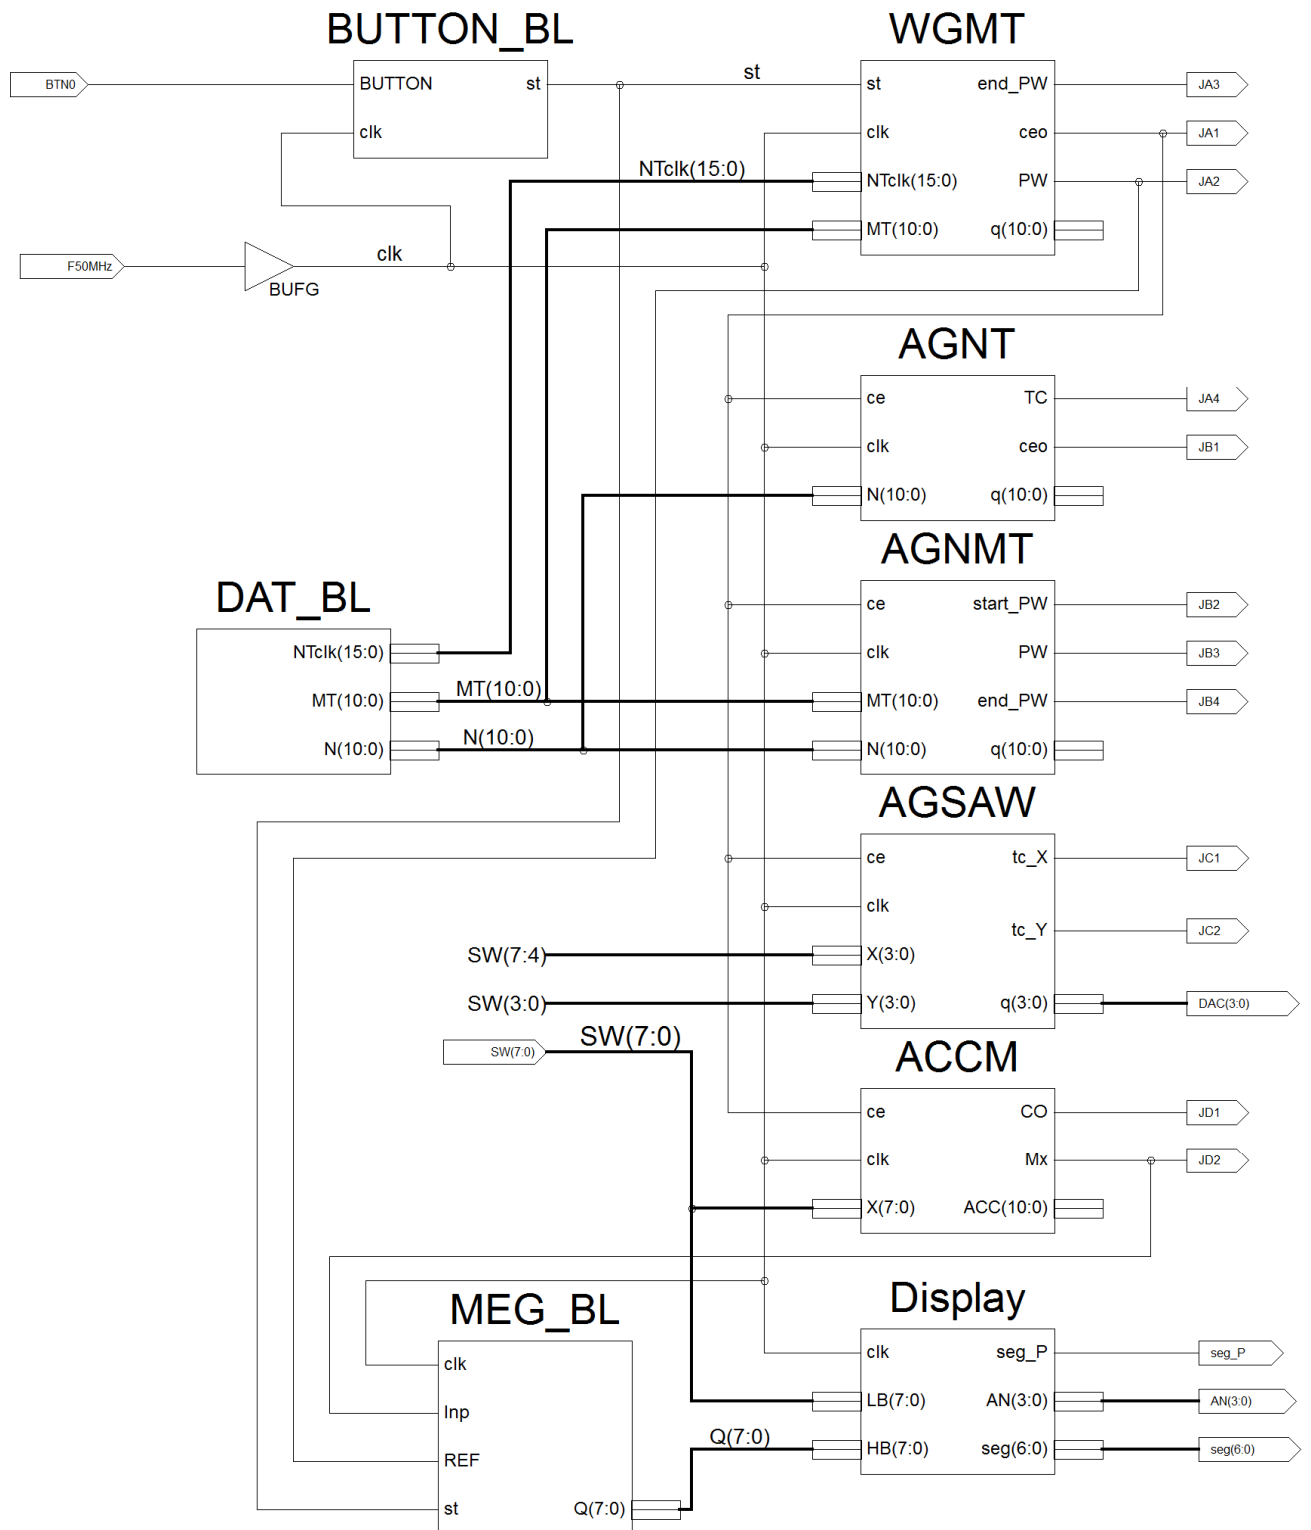

Рис. 9 Пример схемы Sch_Lab402 лабораторной работы №402N
3.10 Из созданных символов составить схему Sch_Lab402 (рис.9). Без модуля **MEG_BL** на вход HB[7:0] старшего байта семи сегментного индикатора Display можно подать 8 бит шины N[7:0] или MT[7:0]. Выполнить синтез схемы Sch_Lab402. Создать для неё файл Sch_Lab402.ucf (Implementation Constraints File, см. приложение 5.3) и файл конфигурации (Generate Target PROM/ACE File), загрузить в ПЛИС или ПЗУ макета.